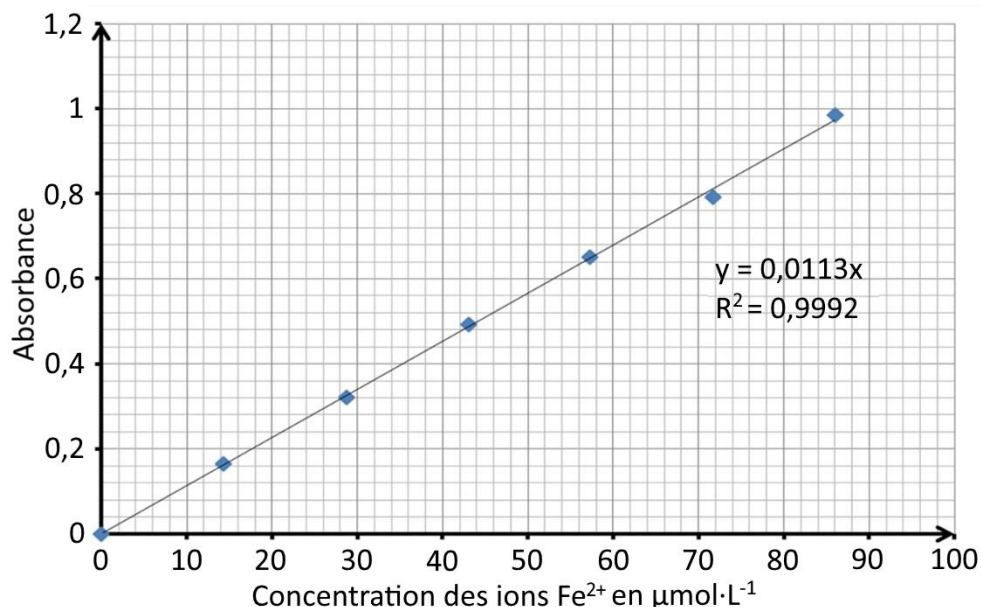

Figure 3. Courbe d'étalonnage
On mesure l'absorbance des solutions  $S_i$  à l'aide d'un spectrophotomètre réglé sur la longueur d'onde choisie précédemment. La courbe d'étalonnage de la figure 3 représente l'absorbance des solutions étalons en fonction de la concentration en quantité de matière des ions  $\text{Fe}^{2+}(\text{aq})$ .
**Q.11.** Justifier que la courbe d'étalonnage de la figure 3 vérifie la loi de Beer-Lambert.